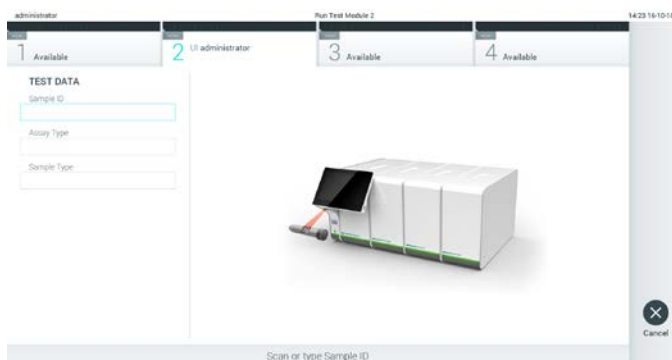

Abbildung 23: Scannen des Proben-ID-Barcodes
2. Scannen Sie nach Aufforderung den Proben-ID-Barcode mit dem im Betriebsmodul integrierten Barcodeleser (Abbildung 23).